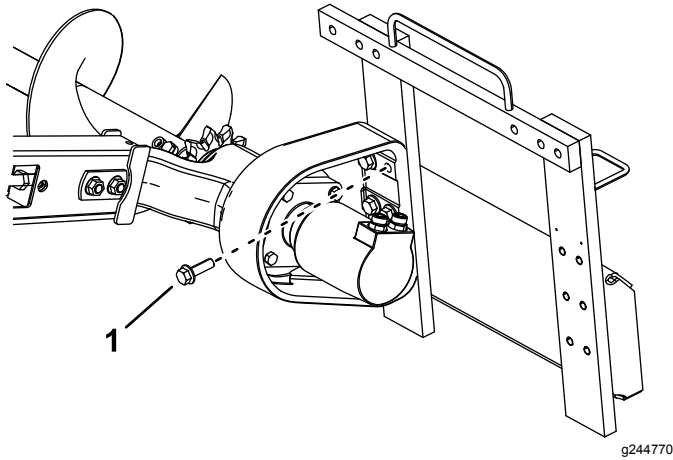

Figure 8
1. Boulon (6)
- Fixez la tête au bâti avec les 6 boulons retirés précédemment (Figure 8).